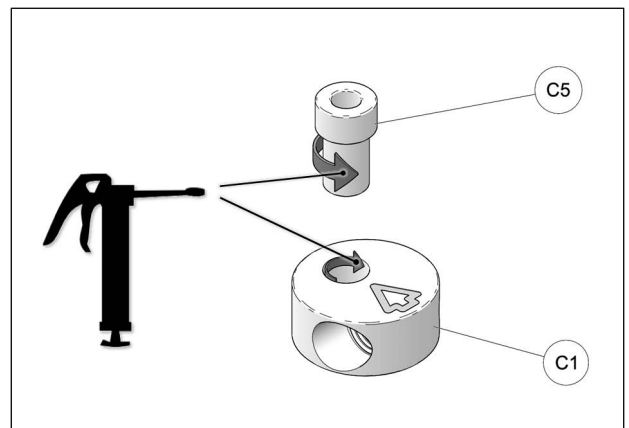

Fig. 34
17. À l'assemblage, les bagues espaceurs (C5) doivent être graissées. Appliquer une couche de graisse uniforme sur toute la circonférence de la bague espaceur et dans le logement du disque en aluminium (C1). Voir la Fig. 34